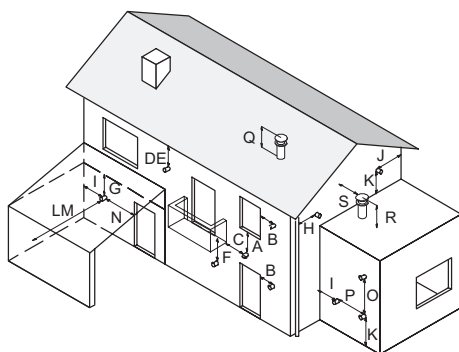

Figura 5.14
- respetar las distancias mínimas de la Figura 5.14 y cumplir las normas nacionales y locales vigentes.